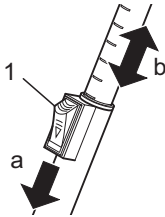

Abb. 10
- Stellen Sie die Länge des Teleskoprohres ein. Drücken Sie dazu die Taste zum Lösen des Teleskoprohres (Abb. 10/1) nach unten (Abb. 10/a). Ziehen Sie dann das Teleskoprohr am Handgriff (Abb. 1/1) auf gewünschte Länge (Abb. 10/b). Zum Verriegeln lassen Sie die Taste los, während Sie gleichzeitig am Teleskoprohr ziehen. Sie hören ein deutliches Klicken.